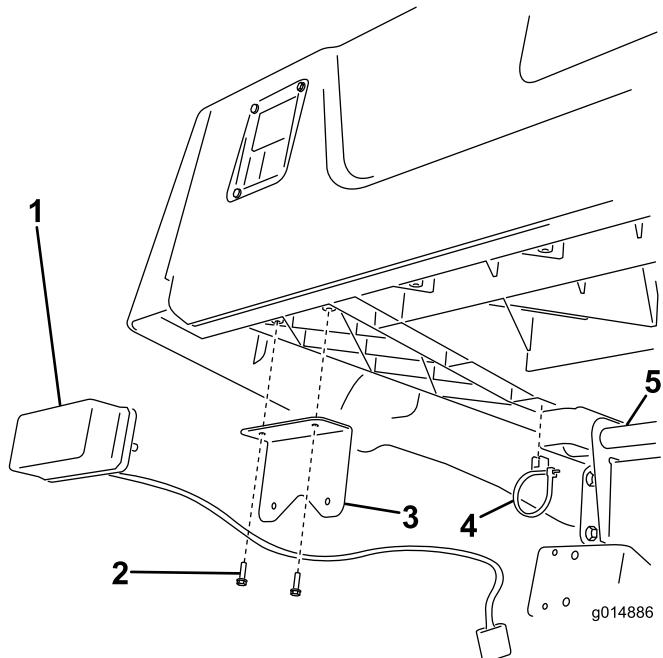

Рисунок 14
- Прикрепите каждый кронштейн светового сигнала к плате с помощью двух винтов (№ 10-3/4 дюйма) (Рисунок 14).
- Установите задние фонари на кронштейны так, чтобы оранжевые световые сигналы машины были направлены наружу (Рисунок 14).
- Вставьте зажим кабельного хомута в ребра с каждой стороны коробки, как показано на (Рисунок 14).
- Проложите провода от световых сигналов через кабельный хомут на зажиме и поверх трубы поворота платы (Рисунок 14).